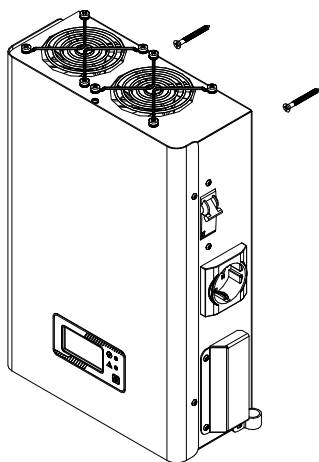
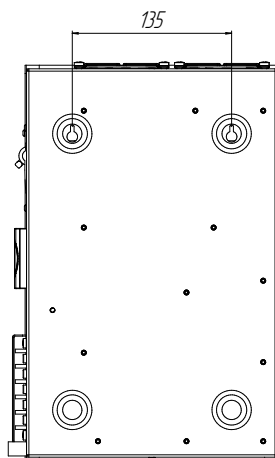

Рисунок 15. Крепление стабилизаторов IS2500, IS3000 и IS3500 на ровной вертикальной поверхности
Рисунок 16. Задняя панель стабилизаторов IS2500, IS3000 и IS3500
- для крепления на ровной вертикальной поверхности (навесное размещение – **рисунок 15**) с использованием специальных элементов (выдавок), расположенных на задней панели – **рисунок 16**;